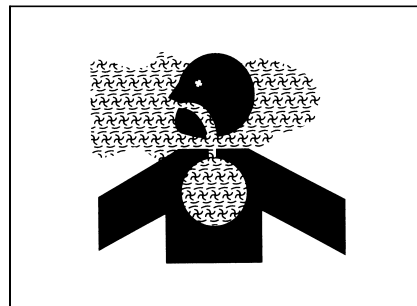

Рис. 1-29
- Вдыхание эфирным паром или касание кожи ранят людей.(рис. 1-29)